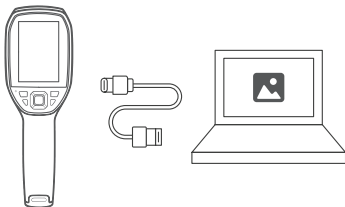

Abbildung 3.1.1
2. Verbinden Sie TC005 mit dem mitgelieferten USB-Kabel an Ihren Computer (siehe Abbildung 3.1.1).